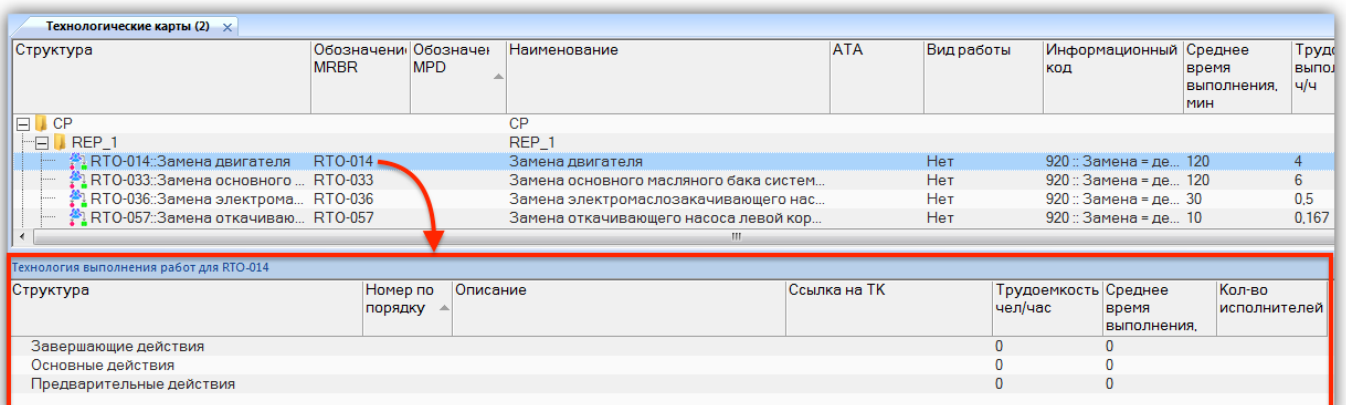

Рис. 17-63 – Окно связанных объектов «Технология выполнения» для выбранной техкарты
3) В результате откроется окно связанных объектов «Технология выполнения» для выбранной техкарты (рис. 17-63).